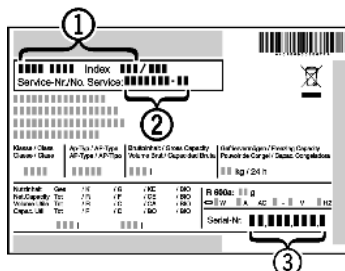

Fig. 9
- ▶ Lugege tüübisildilt maha seadme nimetus Fig. 9 (1), teenindusnr Fig. 9 (2) ja seerianr Fig. 9 (3). Tüübisilt asub seadme vasakul siseseinal.
- ▶ Teavitage klienditeenindust ja edastage viga, seadme nimetus Fig. 9 (1), teenindusnr Fig. 9 (2) ja seerianr Fig. 9 (3).